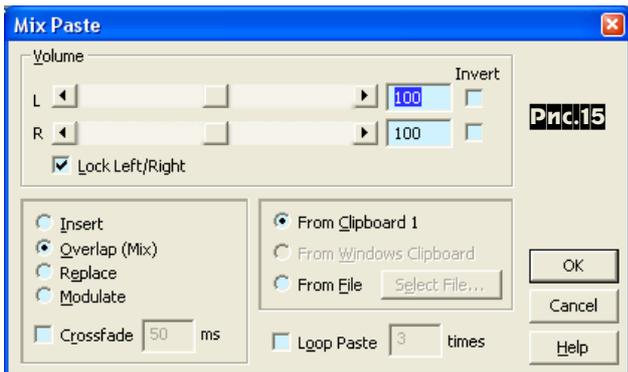

Рис.15
**Window** - внизу выбираем нужный файл) и вставляем содержимое буфера. Возвращаемся к файлу untitled, генерируем 62,5 Hz - при этом эта частота запишется, а предыдущая - удалится. Копируем ее в буфер, возвращаемся к summa, но теперь выбираем в меню **Edit > Mix Paste...** (или нажимаем клавиши Ctrl+Shift+V). Потом появится окно для установок микширования (рис.15) - установки по умолчанию нас вполне устраивают, нажимаем **OK** и через некоторое время эти две частоты просуммируются (рис.16). Повторяем процедуру суммирования, только каждый раз при генерации вводим новую частоту (125, 250, 500, 1k, 2k, 4k, 8k, 16k) и сохраняем результат (рис.17). Полученная сумма частот имеет пиковую амплитуду около -5 дБ.